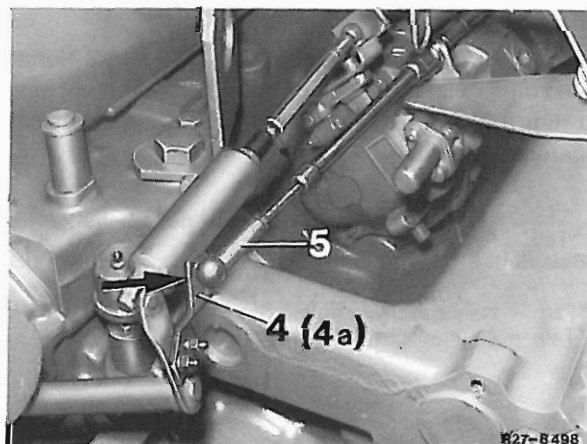

Bild 69
Hinweis: Reicht die Gewindelänge an Kugelpfanne (1) nicht aus, muß zur Einstellung auch Kugelpfanne (5, siehe Bild 69) verwendet werden.